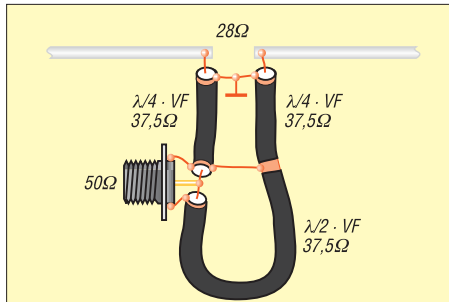

Bild 7: Schaltung von 50 Ω unsymmetrisch auf 28 Ω symmetrisch
Die Speisung des symmetrischen Dipols mit einem unsymmetrischen Koaxialkabel – bei gleichzeitiger Umsetzung von 50 Ω des Koaxialkabels auf den 28-Ω-Antennenfußpunktwiderstand – erhält man durch das Zusammenschalten von zwei transformierenden Viertelwellenleitungen [2] mit einer phasenumkehrenden Halbwellenleitung [2], S. 148. Gegenüber der von DF9IC entwickelten und in [12], S. 169 f., vorgestellten Schaltung zur Widerstandstransformation und Symmetrierung wählte ich einen etwas anderen Weg. In Bild 7 transformieren die beiden Viertelwellenleitungen (mit dem Wellenwiderstand von jeweils 37,4 Ω) den Fußpunktwiderstand 28 Ω auf die 50 Ω der Antennenanschlussleitung, vgl. Gleichung (1). Eine Halbwellenleitung kehrt zur phasenrichtigen Speisung der zweiten Dipolhälfte unter Beibehaltung der 50 Ω die Phasenlage um 180° um; ihr Wellenwiderstand selbst ist gleichgültig!
Später baute ich die Schaltung aus Bild 7 mit dem handformbaren 35-Ω-Semirigid-Kabel Sucoform SM141-35 [3] auf (Bild 11). Auch dieses Kabel lässt sich „soeben noch“ im Inneren des Booms unterbringen (Biegeradius 8 mm) und erlaubt den Antennenanschluss mit einer am Boom-Ende eingelassenen N-Buchse (Bild 12).
Bild 13 stellt einen weiteren praktischen Aufbau der Schaltung nach Bild 7 vor. Beide Dipolanschlüsse sind mit dem durchgehenden Innenleiter eines Aircom Plus-Koaxialkabels verbunden. In der Mitte bleibt das Aircom Plus-Kabel auf einer Halbwellenlänge (unter Einbezug des Verkürzungs-